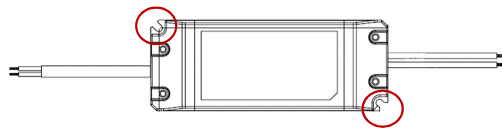

図4
- ・本電源の取り付けは、固定用ねじ穴(図4)全てを確実にネジ留めしてください。